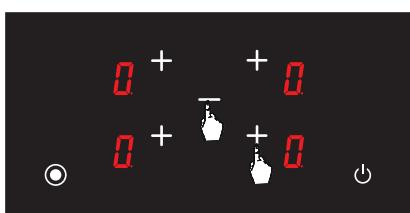

Рис. 22
3. Одночасно натисніть кнопку вибору передньої правої конфорки ( $+$ ) і кнопку «мінус» ( $-$ ) (див. рис. 22), після чого пролунає короткий попереджувальний сигнал. Потім зніміть пальці з панелі керування плитою.